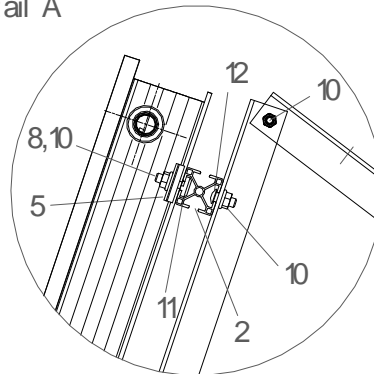

Abb. 5
4. Fixieren Sie zunächst die Montageschienen (2) oben und unten (vergl. Abb. 1) mittels Torband-Schrauben (12) und Sperrzahn-Muttern (10) in die dafür vorgesehenen Bohrungen des Schrägeils (Abb. 5).